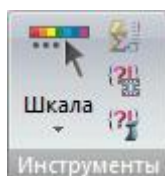

Рис.87. Панель Инструменты
- **Инструменты** (рис.87) - операции по управлению градуировкой и цветовой настройкой изополей и мозаик исходных данных расчетной схемы (C1, C2, Pz), результатов статического/динамического расчета, результатов проверки и подбора стальных сечений, результатов определения подбора площадей арматуры, а также расчет унификаций РСУ и возможности связаться с результатами ж/б или стального расчета в случае какого-либо сбоя в программе или компьютере во время работы.
Панель **Инструменты** (рис.87) содержит следующие команды: